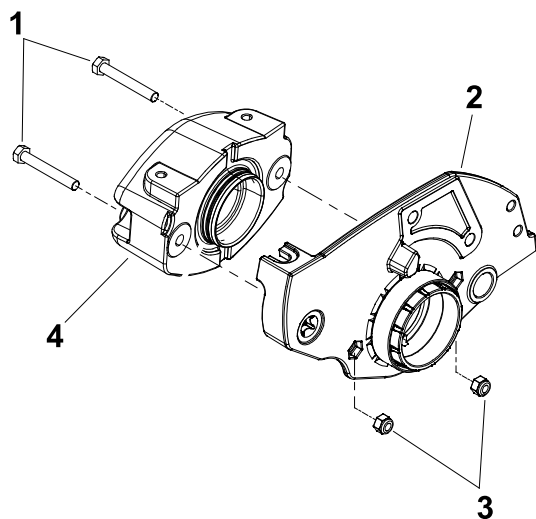

Figura 16
15. Utilize os parafusos e porcas flangeadas para prender o peso à placa lateral direita (Figura 16).